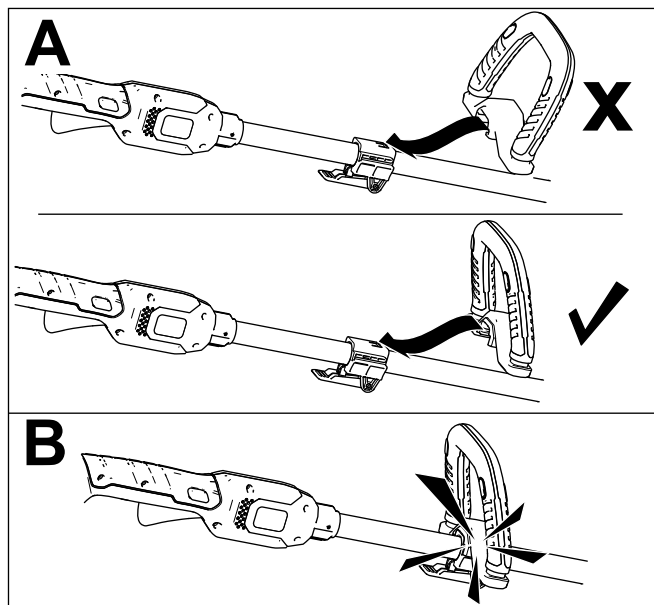

Figura 3
1. Alinee la ranura del mango con la ranura de la empuñadura auxiliar y deslice la empuñadura auxiliar hacia el mango de la desbrozadora (Figura 3, A).
2. Encaje firmemente la empuñadura en su sitio (Figura 3, B).